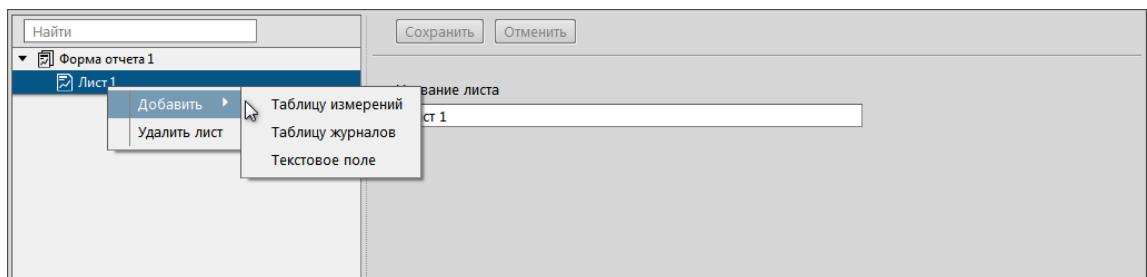

Рисунок 302 - Наполнение формы отчета
3. Нажмите ПКМ по созданному листу и выберите необходимый блок данных: **Таблицу измерений**, **Таблицу журналов** или **Текстовое поле** (Рисунок 302).